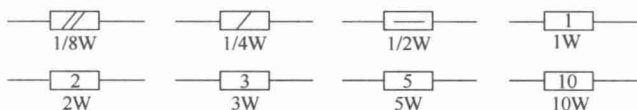

图 1-6 电路图中电阻器的功率标志
3) 在电路图中, 为了表示电阻器额定功率大小, 一般会在电阻器符号上标注一些标志。电路图中电阻器的额定功率标志如图 1-6 所示, 1W 以下用线条表示, 1W 以上的直接用数字表示功率大小 (旧标准用罗马数字表示)。